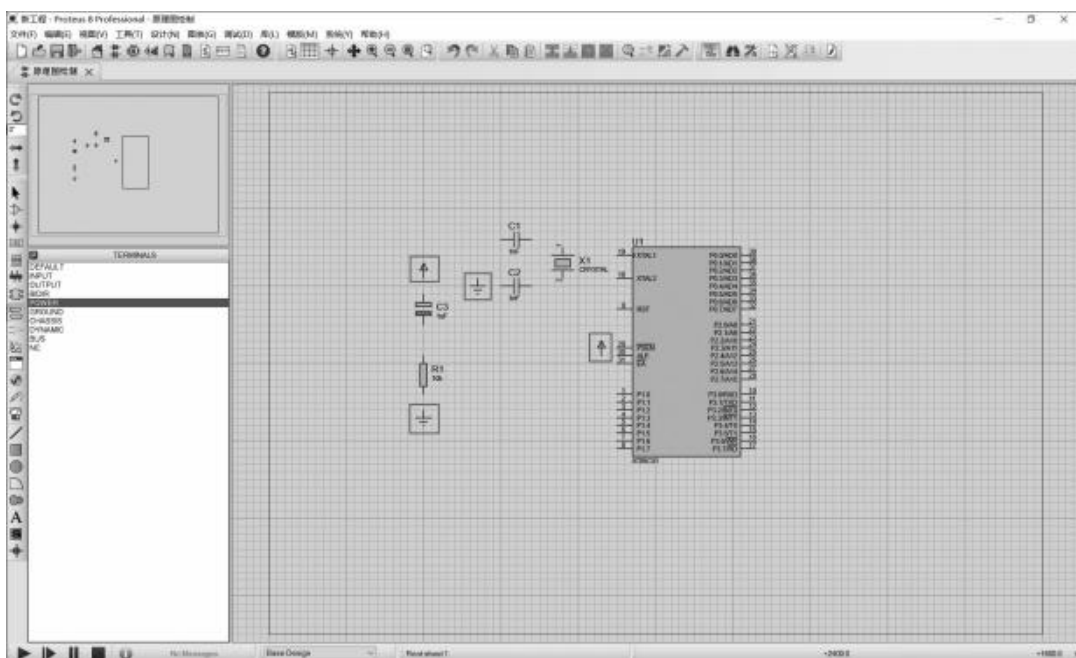

图 1-4-9 摆放电源和地线
(6)选择“终端模式”工具,在元件列表中选出“GROUND”(地)和“POWER”(电源)并放到原理图编辑窗口的合适位置,如图 1-4-9 所示。